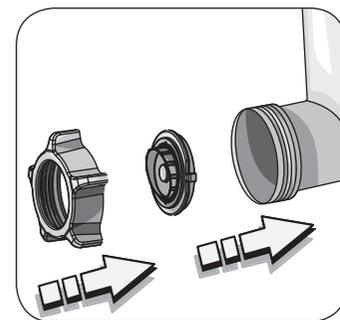

Fig. 10
- Posizionare la trafilatura per pasta nella tramoggia (Fig. 10). Le tacche laterali devono inserirsi perfettamente negli intagli ricavati sulla tramoggia.
- Ruotare e stringere la ghiera (U) sulla tramoggia per bloccare l'accessorio utilizzato.